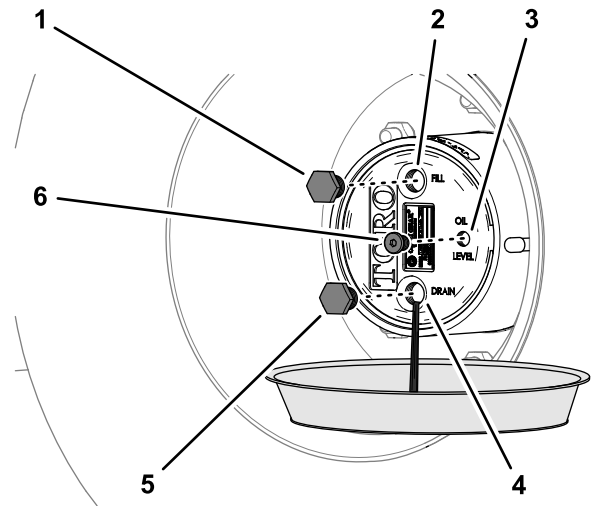

Bild 99
2. Stellen Sie eine Auffangwanne unter die Nabe des Planetengetriebes, entfernen Sie die Ablass-, Füll- und Prüfschraube und lassen Sie das Öl vollständig ablaufen (**Bild 99**).